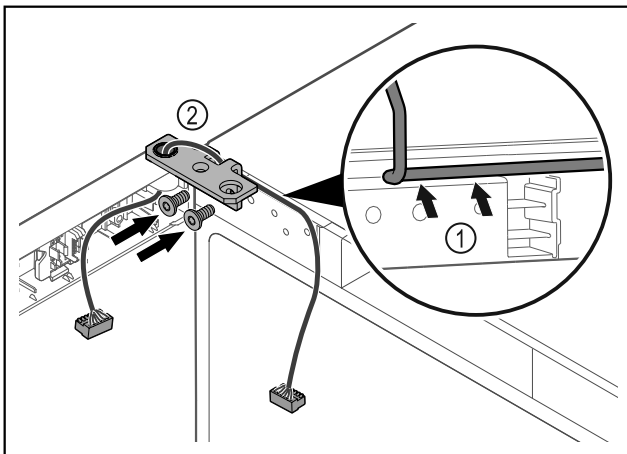

Fig. 44
- Kabel durch die Ausparung des Scharnierwinkels führen und vorsichtig verlegen Fig. 44 (1).
► Scharnierwinkel Fig. 44 (2) anschrauben.